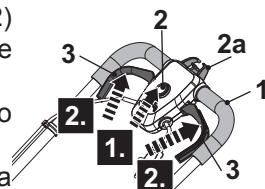

Fig. 17
1. Ficar de pé atrás da pega (1).
2. Enquanto mantém premido o botão de segurança (2) (Fig. 17, passo 1), puxar as alavancas de arranque (3) na direção da pega (1) (Fig. 17, passo 2).
3. Após o arranque do cortador de relva, solte o botão do segurança (2).
5. Solte as alavancas de arranque (3) para parar o cortador de relva.